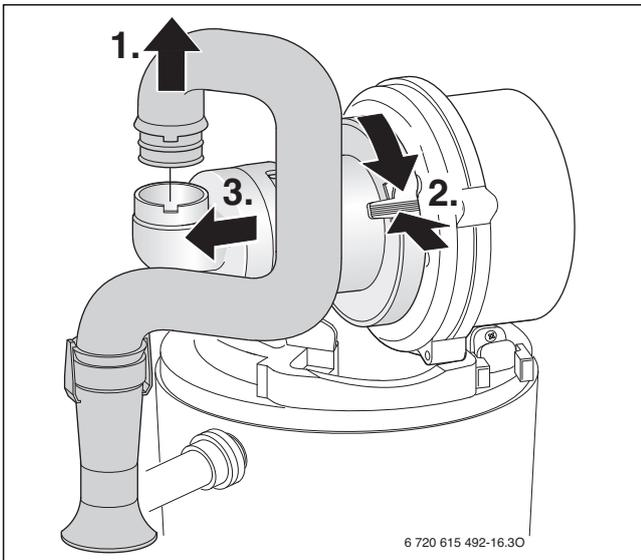

Fig. 45
- ▶ Desmontar la máquina de mezcla según la fig. 45.